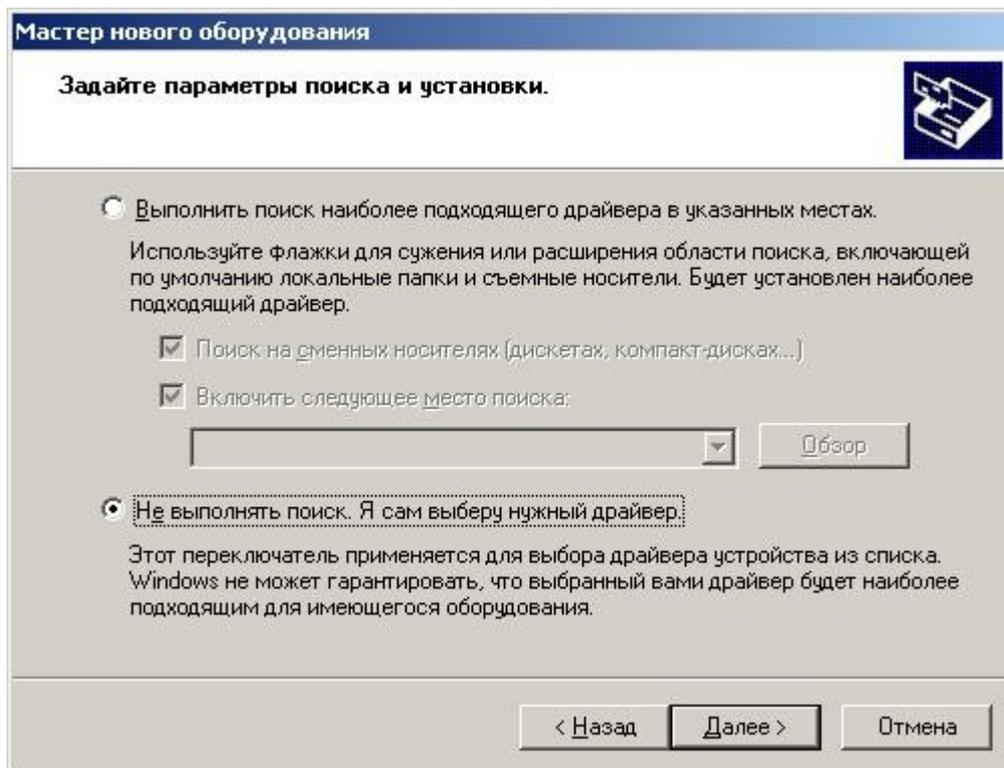

Рисунок 4
- 1.3. В следующем окне выбрать пункт «Не выполнять поиск. Я сам выберу нужный драйвер» (рисунок 4). Нажать «Далее».